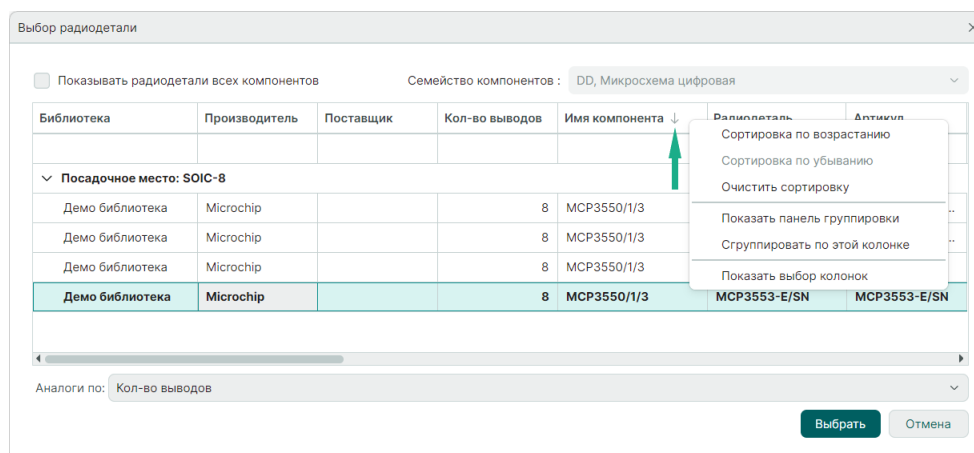

Рис. 105 Изменение сортировки внутри столбца
6. Сортировка данных внутри столбца возможна двумя способами: нажмите на заголовок необходимого столбца или выберите команду «Сортировка по возрастанию»/«Сортировка по убыванию» из контекстного меню на заголовке столбца. Текущий способ сортировки будет обозначен символами ↑ «Сортировка по возрастанию» и ↓ «Сортировка по убыванию», Рис. 105.